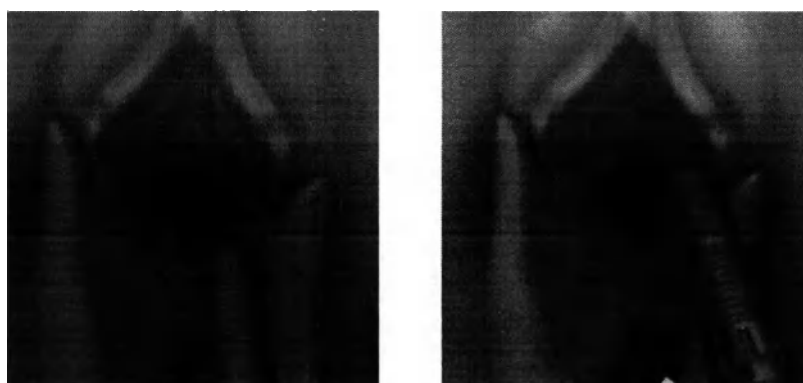

Рисунок 5.40 Облучение преддверия и входа во влагалище.
- После введения лазерного гинекологического зеркала в вагинальный канал, поверните его так, чтобы одиночная метка была направлена вниз, как показано на Рис. 5.40.